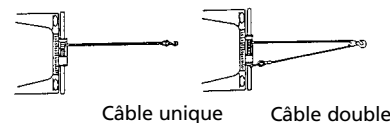

Figure 1
1. Ne maintenez pas l'alimentation au treuil si le moteur cale. Les surcharges peuvent endommager le treuil et/ou le câble et peuvent créer des conditions dangereuses. POUR LES CHARGES DE PLUS DE 2/3 DE CAPACITÉ NOMINALE, NOUS RECOMMANDONS D'UTILISER LE PALAN FACULTATIF AFIN DE DÉDOUBLER LE CÂBLE (voir la figure 1). Ceci réduit la charge appliquée au treuil et au câble d'environ 50%. En cas d'attache au même véhicule, fixez le treuil au cadre ou à un autre point de porte-charge. Le moteur du véhicule devrait être en marche pendant le fonctionnement du treuil pour minimiser l'épuisement de la batterie et maximiser la force et la vitesse du treuil. Si un treillage important est effectué sans que le moteur ne soit en